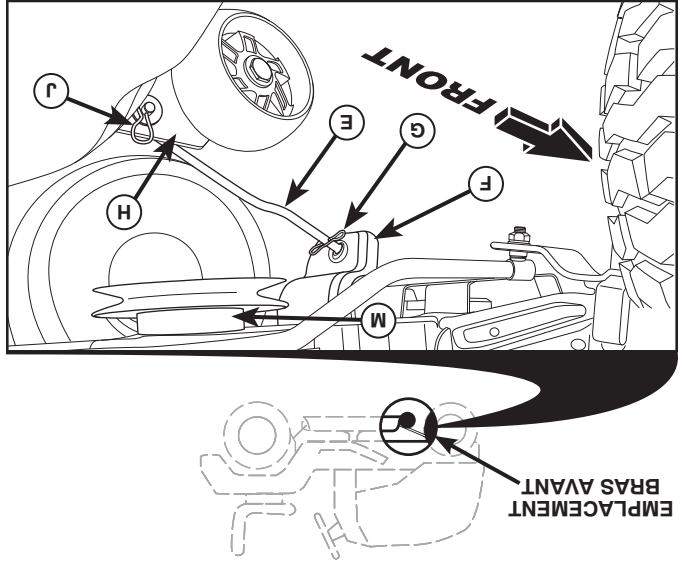

Fig. 33
## 8. ATTACHER LE BRAS AVANT (E) (Voir la Fig. 33)
- Depuis le devant du tracteur, insérer l'extrémité de la tige du bras avant (E) dans le trou dans le support de suspension avant du tracteur (F).
- Déplacer vers le côté gauche de la tondeuse et insérer un grand ressort de retenue (G) dans le trou devant le bras (E) derrière le support de suspension avant (F).
- Insérer une autre extrémité du bras (E) dans le trou dans le support avant de la tondeuse (H) et fixer avec une rondelle et un petit ressort de retenue (J).